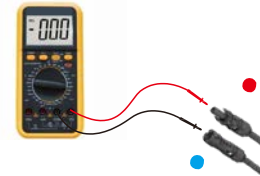
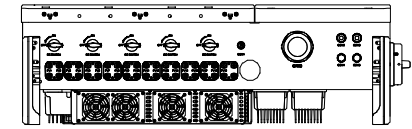

Abbildung 3.22 Multimetermessung
Abbildung 3.23 Schließen Sie die Gleichstrom-Steckverbinder an den Wechselrichter an
5. Messen Sie die PV-Spannung des Gleichstrom-Eingangs mit einem Multimeter, überprüfen Sie die Polarität des Gleichstrom-Eingangskabels (siehe Abbildung 3.22) und vergewissern Sie sich, dass sich jede Strangspannung im Bereich des Wechselrichterbetriebs befindet. Verbinden Sie den Gleichstromstecker mit dem Wechselrichter. Achten Sie dabei auf das Einrastgeräusch, das auf eine erfolgreiche Verbindung hinweist. (siehe Abbildung 3.23)